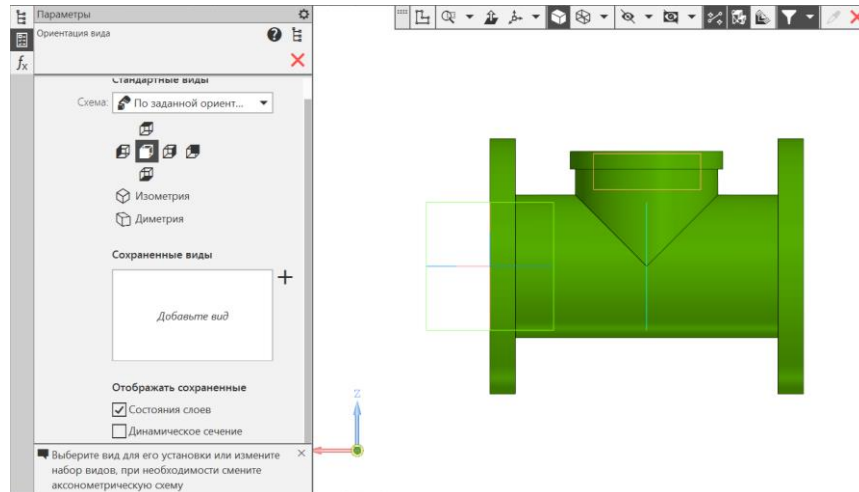

Рис. 19 Ориентация модели относительно фронтальной плоскости проекций
- **Панель быстрого доступа – Ориентация – Настройка** (рис. 19).